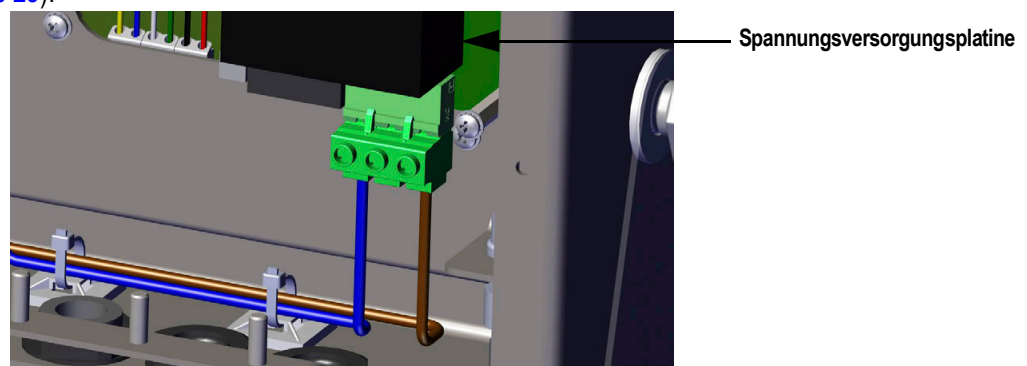

Abbildung 2-20. AC-Verkabelung anschließen
1. Das Kabel durch die Kabelzugentlastungen (nicht im Lieferumfang enthalten) führen (siehe Abbildung 2-20).
3. Die anderen beiden Leiter an der Rückseite der Gewichtsanzeige verlegen und an den 3-poligen Stecker (Bestellnr. 152334) anschließen, der auf der Spannungsversorgungsplatine eingesteckt wird (siehe Abbildung 2-20 und Tabelle 2-3 auf Seite 23).